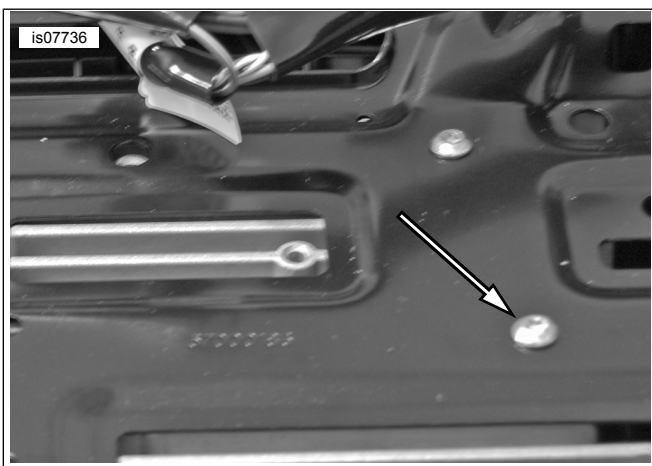

Figura 4. Viti della staffa di sostegno della radio
5. Vedere Figura 4 Rimuovere e conservare le quattro viti tra la staffa di sostegno e la radio.